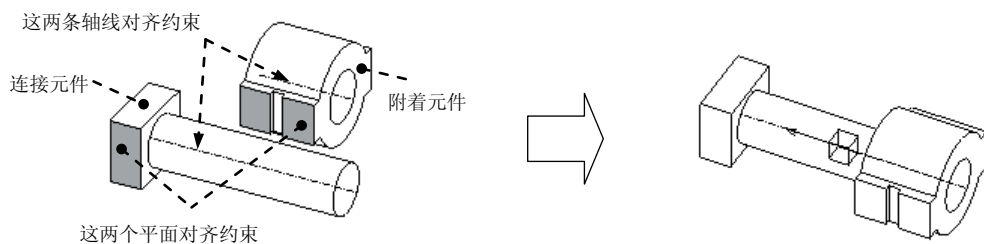
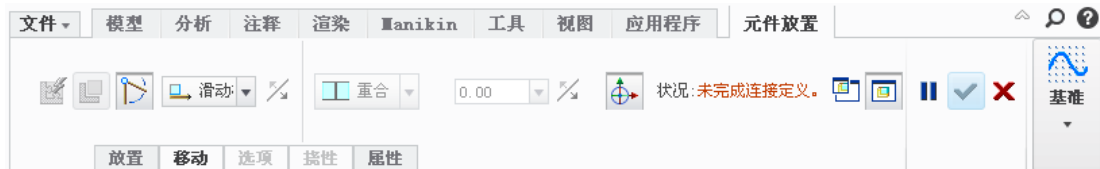
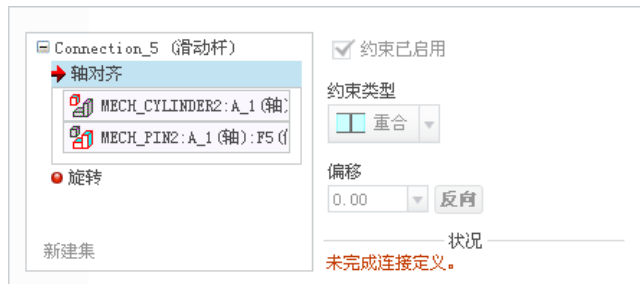
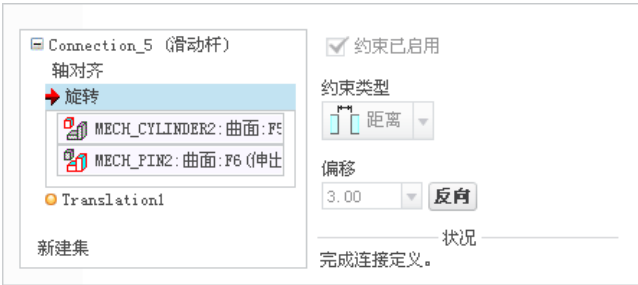

图 9.2.9 滑动杆 (Slider) 接头
图 9.2.10 “元件放置”操控板
图 9.2.11 “轴对齐”约束参考
图 9.2.12 “旋转”约束参考
滑动杆接头如图 9.2.9 所示，在这种类型的接头中，连接元件只能沿着轴线相对于附着元件移动。
- ① 在约束集选项列表选取 **滑动杆** 选项，此时系统弹出图 9.2.10 所示的“元件放置”操控板。
- ② 单击操控板菜单中的 **放置** 选项卡。
- ③ 定义“轴对齐”约束。分别选取图 9.2.9 中的两条轴线。➡ **轴对齐** 约束的参考如图 9.2.11 所示。
- ④ 定义“旋转”约束。分别选取图 9.2.9 中的两个表面。➡ **旋转** 约束的参考如图 9.2.12 所示。